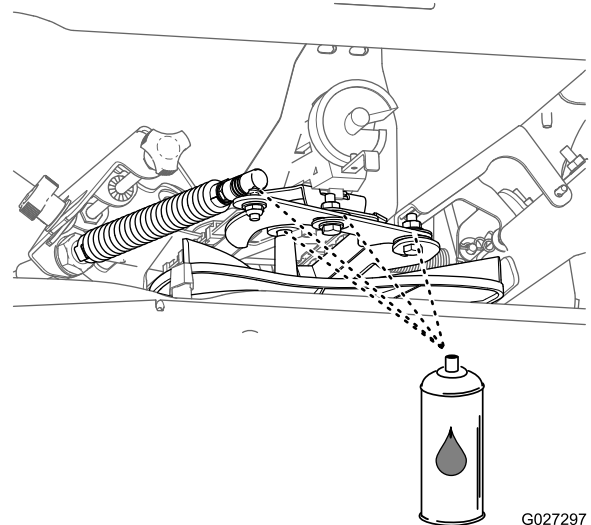

Figura 62
9. Aplique un lubricante hidrófugo a los componentes como se muestra en la Figura 62.